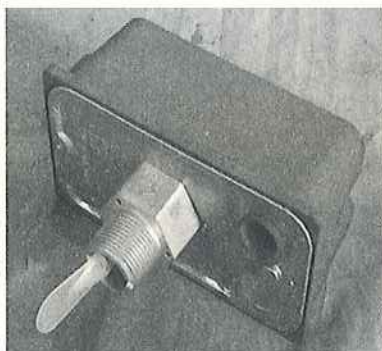

图2-22
7. 在自动喷水灭火系统中图 2-22 表示的部件是什么？请解释它的工作原理。（中）